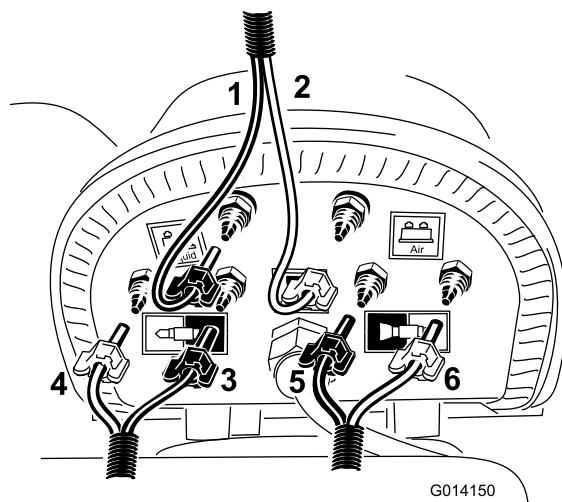

Figure 16
- C. Raccordez les tubes bleu et transparent aux embouts supérieurs correspondants sur le compresseur (Figure 16).
- F. Localisez le flexible de mousse acheminé vers la rampe gauche et installez les tubes bleu et transparent aux emplacement indiqués à la Figure 16.
- G. Localisez le flexible de mousse acheminé vers la rampe droite et raccordez les tubes bleu et transparent aux emplacement indiqués à la Figure 16.